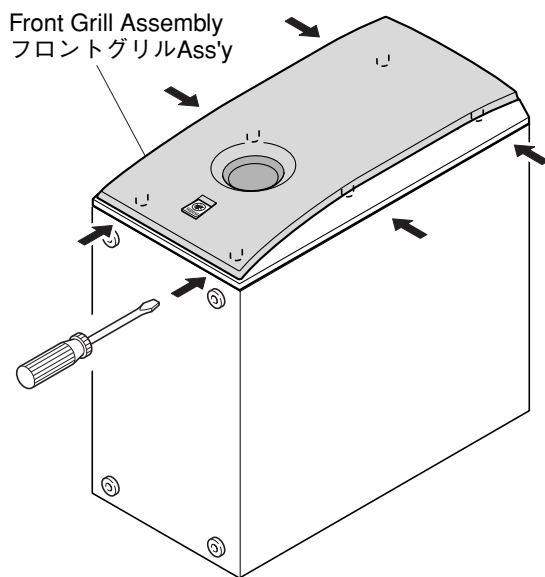

Fig. 7
Push up the Grille Assembly by applying force to the screwdriver. (Fig. 7)
- Keep pushing up the Grille Assembly gradually until it can be removed. (Fig. 7)
- 底側からマイナスドライバーを差し込み、グリルAss'yを押し上げます。(Fig. 7)
- 徐々に上面へマイナスドライバーで押し上げて、グリルAss'yを取り外します。(Fig. 7)